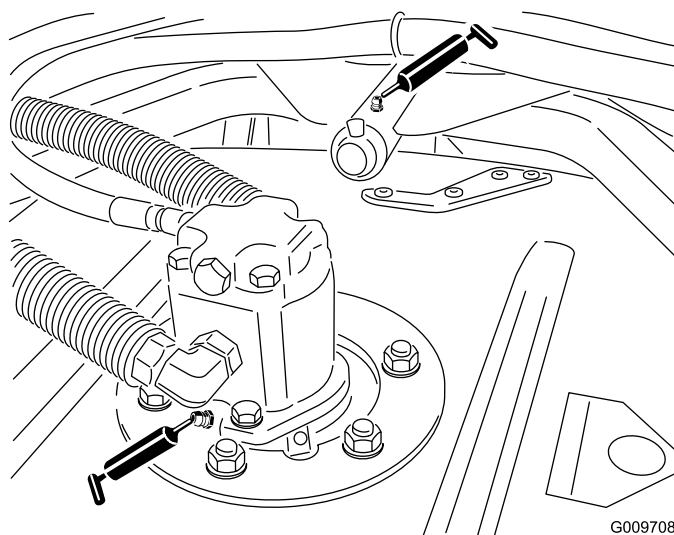

Figura 30
- Rolamentos do eixo da unidade de corte (2 por unidade de corte) (Figura 30)
- Casquilhos do braço de suporte da unidade de corte (1 por cada unidade de corte) (Figura 30)